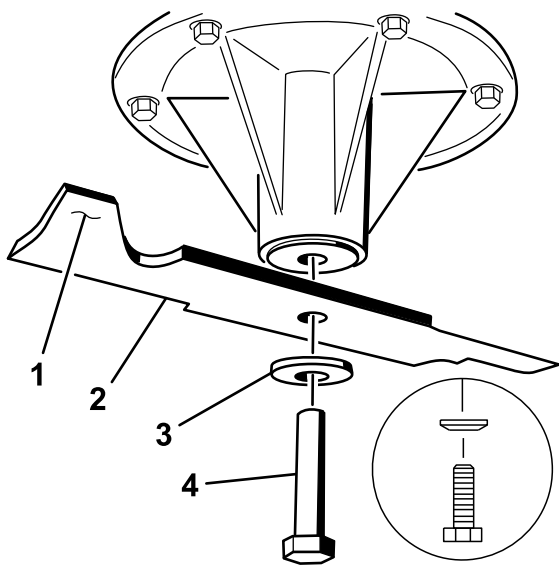

Figura 71
2. Instale la cuchilla en el eje (Figura 71).
3. Instale la arandela curva y el perno de la cuchilla (Figura 71).
**Nota:** El cono de la arandela curva debe estar orientado hacia la cabeza del perno (Figura 71).